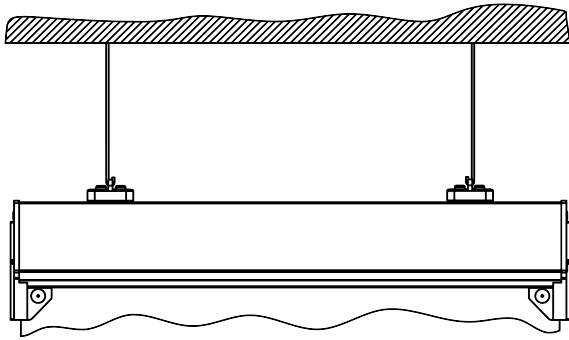

Рисунок 7. Крепление к потолку (подвесное)
- Для подвесного крепления к потолку используется: планка – 2 шт. и подвес – 2 шт. (рисунок 7). (трос в комплект не входит)